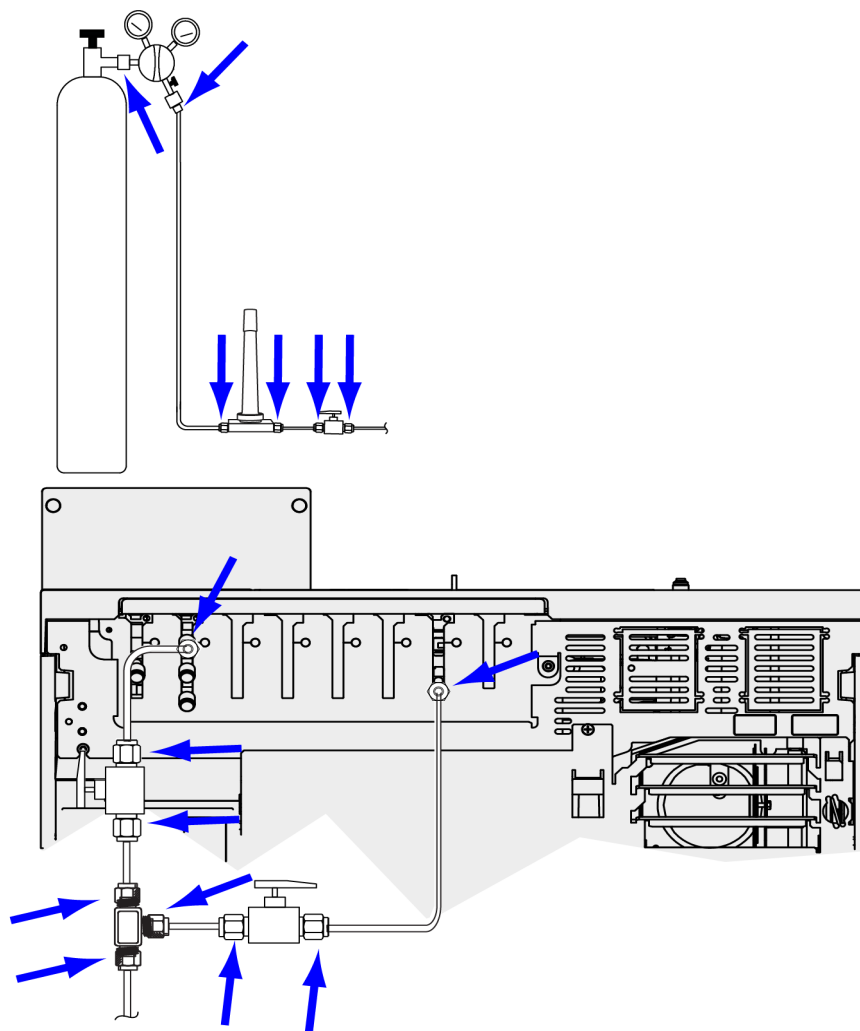

Figura 12. Ubicaciones para comprobar la existencia de fugas
4. Espere 10 minutos. Si hay una caída de presión de más de 7 kPa (1 psi), significa que hay una fuga en las conexiones externas. Utilice el detector de fugas para controlar todas las conexiones. Consulte la **Figura 12**.